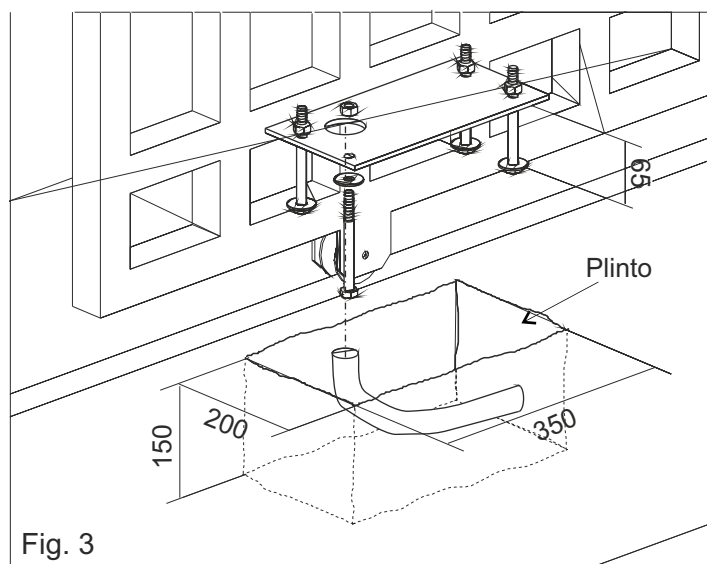

Fig. 3
1. Predisponer según la medida indicada en la Fig. 3 una plazoleta de cemento dentro de la cual vendrá murada una placa de fundación y los pernos de anclaje